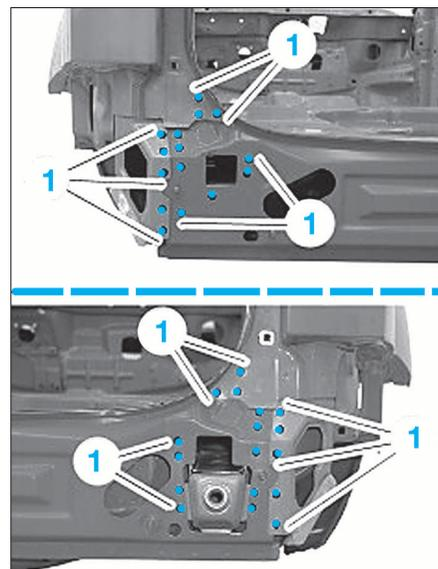

FIG. 99
- Fraiser les points de soudure (1) (Fig.99).
- Souder par bouchonnage les points (1) (Fig.99).